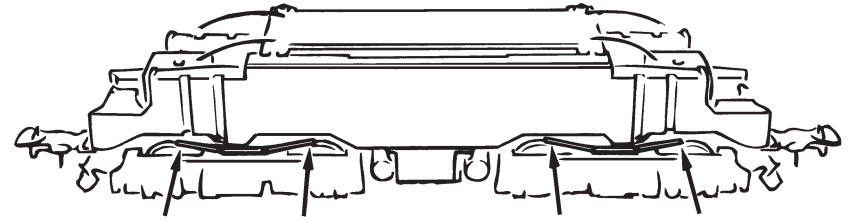
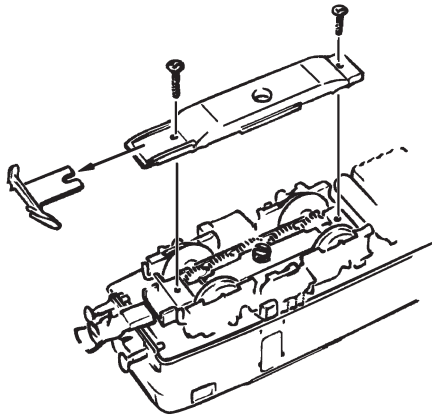

Fig. 6
Fig. 7
3. Haftreifenwechsel: Zuerst den Getriebedeckel abnehmen (Fig. 6). Danach den **Radsatz** herausnehmen und die **Haftreifen** mit einer Nadel od. mit einem feinen Schraubendreher abziehen (Fig. 7). Beim Aufziehen der neuen Haftreifen darauf achten, dass diese sich nicht verdrehen.
3. Change of traction tyre: Remove the gear cover (fig. 6). Take out **wheel set** and remove **traction tyre** using a pin or a fine screwdriver (fig. 7). When pressing on the new traction tyre please **avoid twisting it**.
3. Échange des bandages d'adhérence: Démontez d'abord **le couvercle du carter des engrenages** des en-grenages (fig. 6). Délogez ensuite les essieux ban-dagées et enlevez, à l'aide d'une aiguille ou d'un tourne-vis fin, les bandages d'adhérence (fig. 7). Lors du montage des nouveaux bandages veuillez veiller à ce que les bandages **ne soient pas tor-dues**.